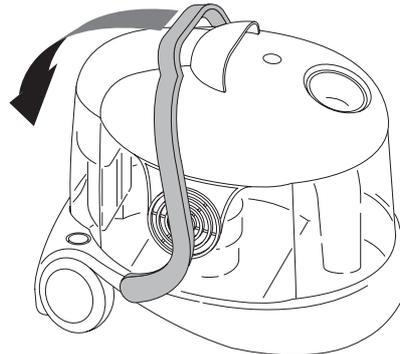

fig. 1
- Abaixar completamente a asa de fixação da cabeça do motor **Q** (fig. 1).